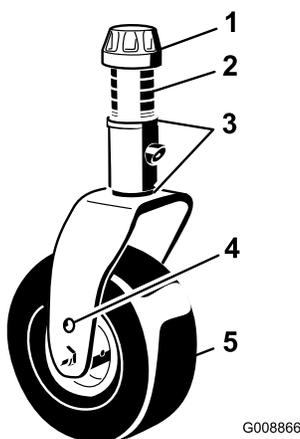

Figura 82
- Togliete il cappuccio di tensione dall'asse del perno ed estraete il perno dal braccio della ruota orientabile (Figura 82). Riposizionate gli spessori, come opportuno, per sollevare o abbassare la